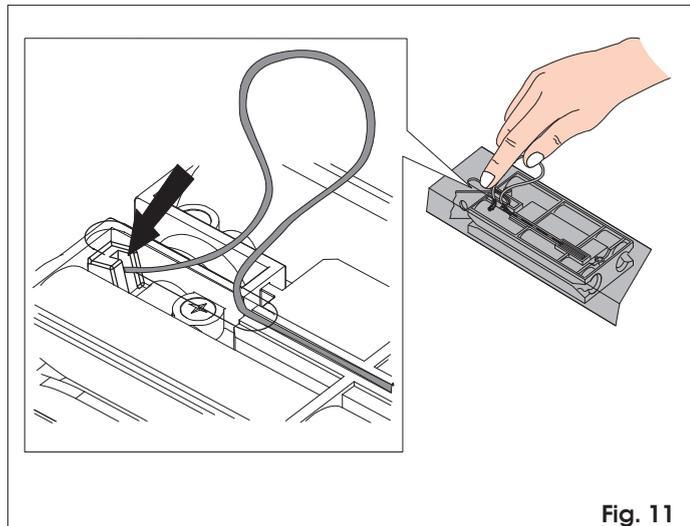

Fig. 11
- 3) Den Schlitten so weit in Richtung Zugkupplung zurückfahren, bis die Durchgangsbohrung auf dem Schlitten mit dem Langloch übereinstimmt und dann den von der Ummantelung befreiten Draht einführen (Abb. 11).